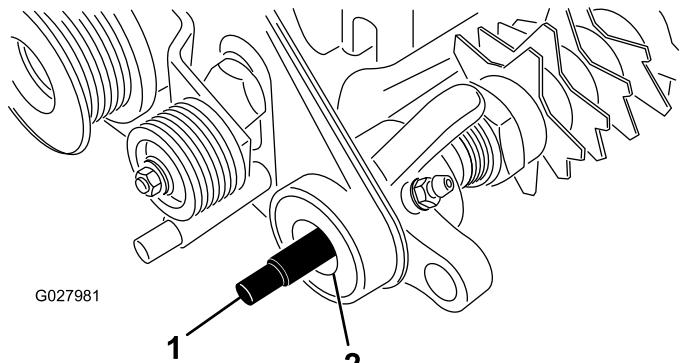

Рисунок 5
- Нанесите консистентную смазку на уплотнения в опоре подшипника узла привода и на конец вала механической щетки (Рисунок 5).
12. Вставьте шлицевой конец вала механической щетки в опору подшипника узла привода (Рисунок 5).